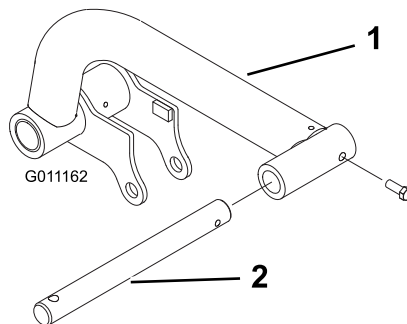

Bild 14
2. Setzen Sie eine Gelenkstange in jeden Hubarm ein und fluchten Sie die Befestigungslöcher aus (Bild 14).